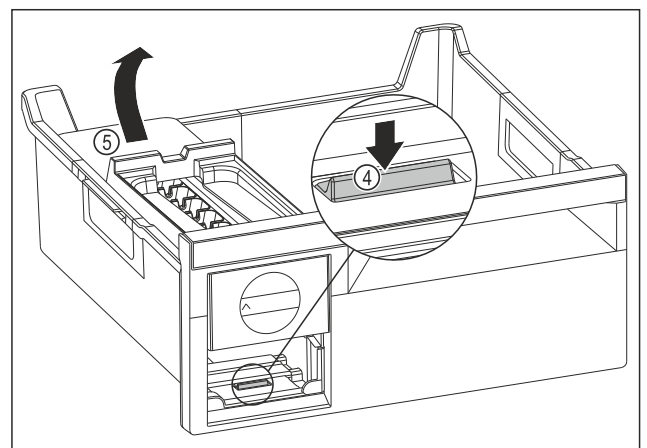

Fig. 212
- ▶ Extraer el cuerpo del EasyTwist-Ice: Presionar la lengüeta Fig. 212 (4) con los dedos hacia abajo subiendo al mismo tiempo por detrás con la otra mano el cuerpo del EasyTwist-Ice Fig. 212 (5).